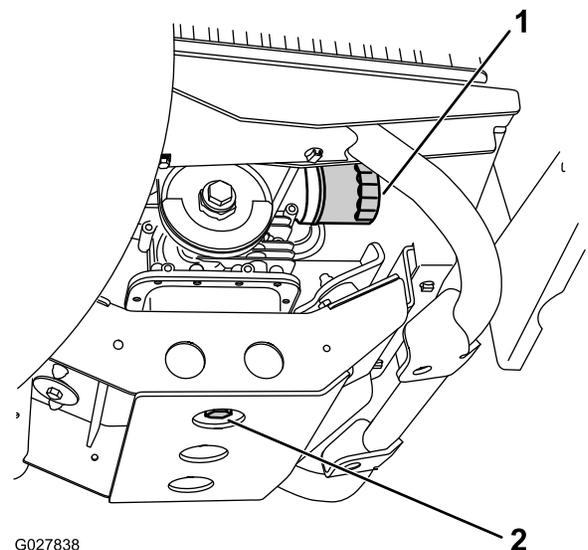

Figura 36
5. Alinhe um recipiente de escoamento com uma capacidade de 1,6 l com o tampão de escoamento (Figura 36).
6. Retire o tampão de escoamento (Figura 36).
7. Coloque o tampão de escoamento e o vedante (Figura 36) e aperte entre 45 e 53 N m.
2. Retire o filtro do óleo existente (Figura 36).
4. Enrosque o novo filtro no adaptador do filtro até que a junta entre em contacto com a placa de montagem; em seguida, aperte o filtro mais 1/2 a 3/4 de volta (Figura 36).